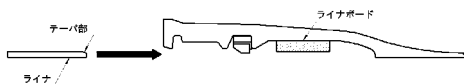

図40 ライナのセット
- (1) 図40に示すように、ライナは角部がテーパになって